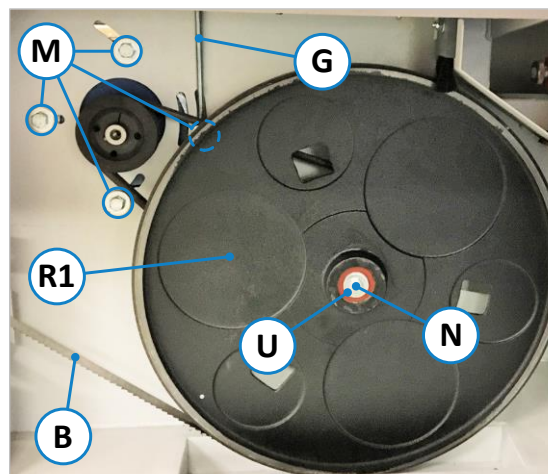

Abbildung 38: Keilriemen auswechseln
- Hauptschalter (1) ausschalten und abschließen.
- 4 Befestigungsschrauben (M) am Motor leicht lösen.
- Spannmutter (S) an der Gewindestange (G) mit Gabelschlüssel SW17 anziehen, bis die richtige Riemenspannung erreicht ist (siehe auch ⇒ Abbildung 38).